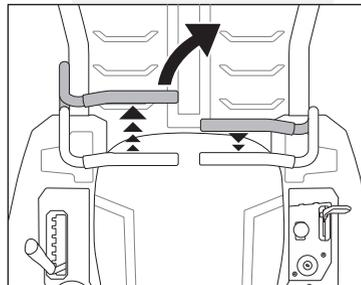

Fig.16A
1. Para girar a la derecha, mueva la palanca de mando de la transmisión derecha hacia delante de la palanca de mando de la transmisión izquierda. (Fig.16A)